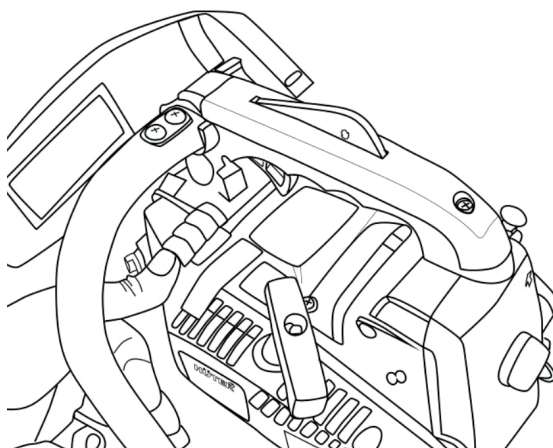

Рис.18. Накачка топлива праймером
4. При «холодном пуске» пилы сделайте 4–5 качка праймером, пока внутри него не появится топливо (рис. 18).